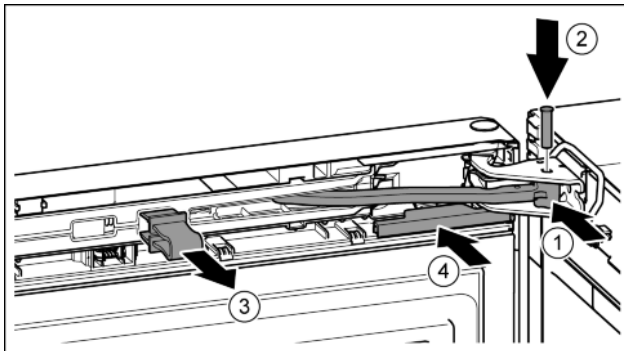

Fig. 49
- ▶ Gelenk in Lagerbock drehen. Fig. 49 (1)
- ▶ Bolzen in Lagerbock und Gelenk einsetzen. Dabei darauf achten, dass der Rastnocken korrekt in der Nut sitzt. Fig. 49 (2)
- ▶ Sicherung abnehmen. Fig. 49 (3)
- ▶ Abdeckung aufschieben. Fig. 49 (4)